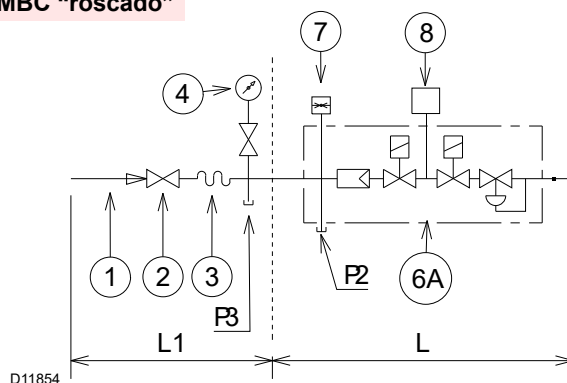
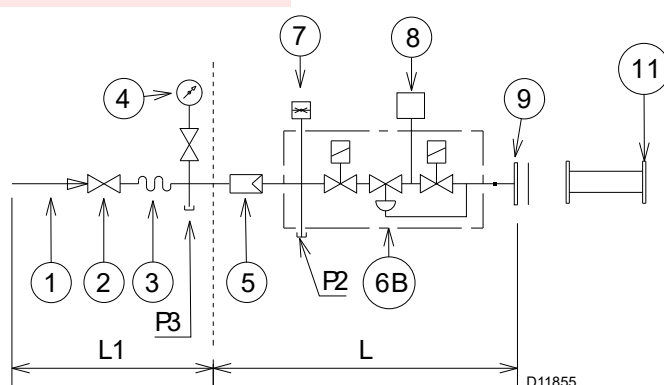
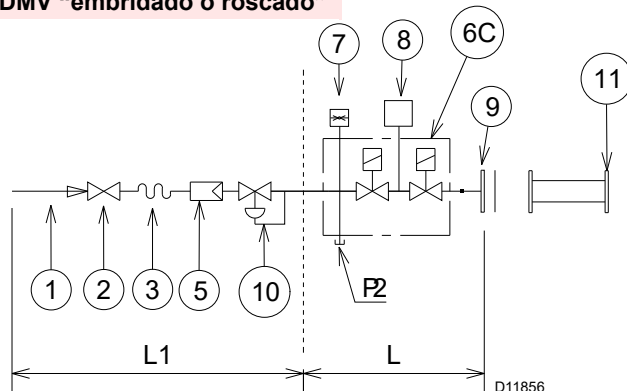
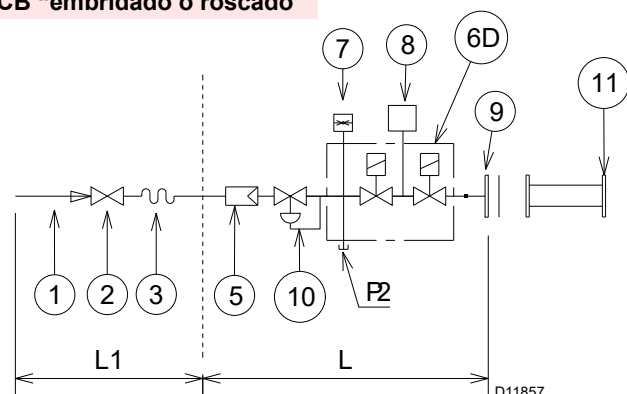

Fig. 22
Fig. 23
Fig. 24
Fig. 25
Leyenda (Fig. 22 - Fig. 23 - Fig. 24 - Fig. 25)
Presión del gas medida en el conector hembra P1)(Fig. 25), con:
- sustraer de la presión del gas en el conector hembra P1)(Fig. 25) la presión en la cámara de combustión.
Presión del gas en el conector hembra P1)(Fig. 25) = 58,1 mbar
En cambio para conocer la presión del gas que se necesita en el conector hembra P1)(Fig. 25), una vez fijada la potencia MÁX a la cual se desea que funcione el quemador:
- Leer a la derecha, columna 1, la presión en el conector hembra P1)(Fig. 25).
presión necesaria en el conector hembra P1)(Fig. 25).